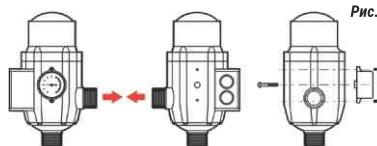

Рис. 1
- При необходимости, манометр может быть переустановлен на противоположную сторону корпуса блока при помощи уплотнительного кольца и двух крепежных винтов. Установив манометр на нужной стороне, заглушите отверстие на противоположной стороне с помощью винта с уплотнительным кольцом (Рис. 1).